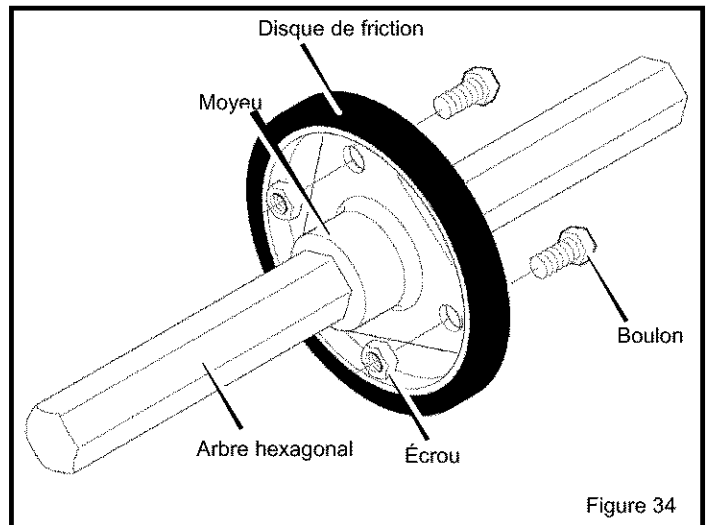

Figure 34
9. Monter le disque de friction neuf sur le moyeu (voir Figure 34). Reposer les plaques de roulement en s'assurant que l'arbre hexagonal y est bien engagé.